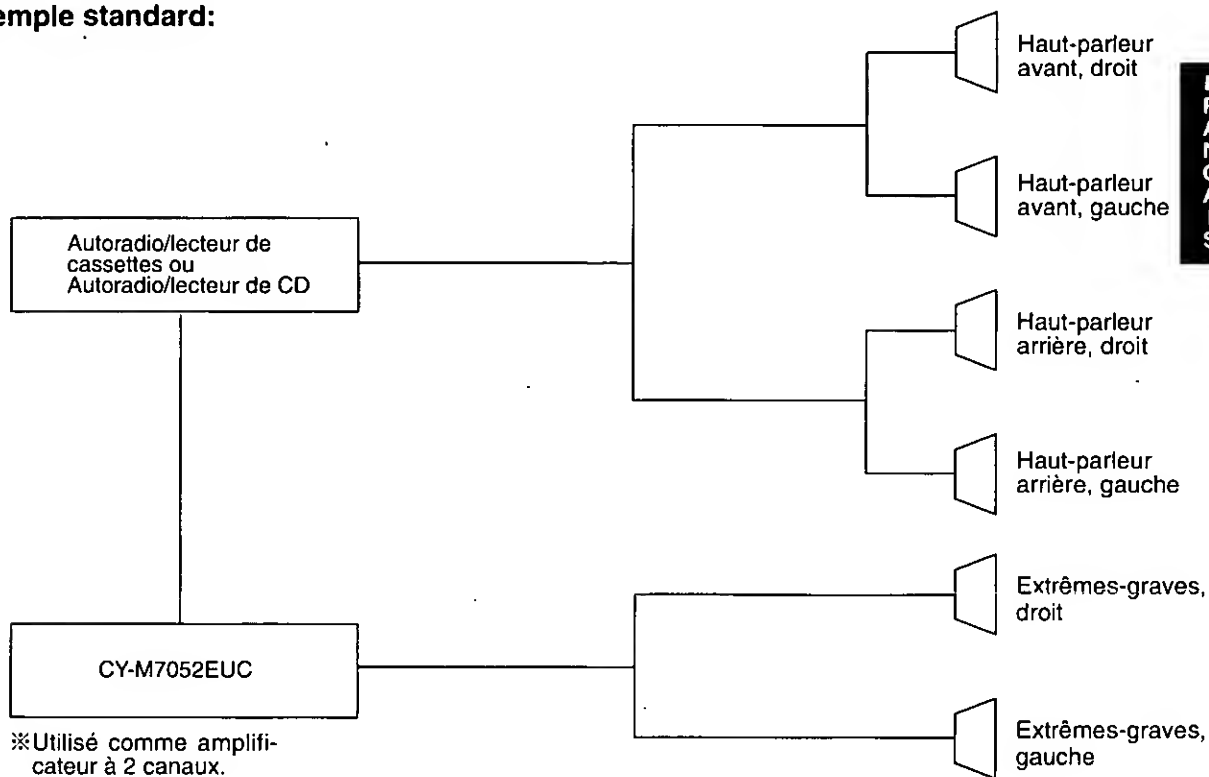

Fig. 2
La fréquence de coupure du filtre passe-bas peut être réglée dans une limite de 40 à 400 Hz à l'aide du bouton de réglage de fréquence de filtre ③. (Voir Fig. 2 ci-contre)